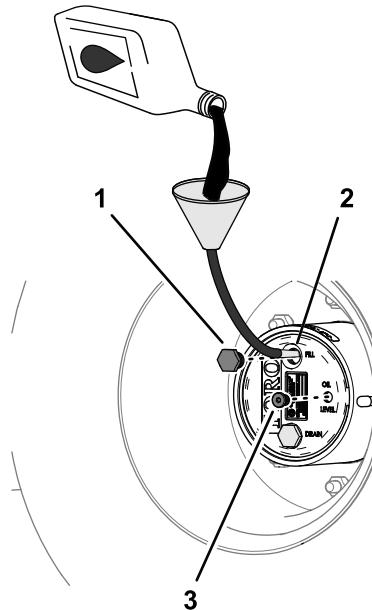

Рисунок 98
масло указанного типа, пока оно не начнет выливаться из контрольного отверстия (Рисунок 98); см. раздел **Характеристики масла в планетарной передаче** (страница 79).
6. Поставьте пробку заливного отверстия и пробку контрольного отверстия на свои места (Рисунок 98).
- Через заливное отверстие медленно долейте трансмиссионное масло указанного типа; см. Рисунок 98 в разделе Проверка масла в планетарной передаче \(страница 79\).
- Установите на место пробку заливного отверстия и пробку контрольного отверстия, см. Рисунок 98 в разделе Проверка масла в планетарной передаче \(страница 79\).